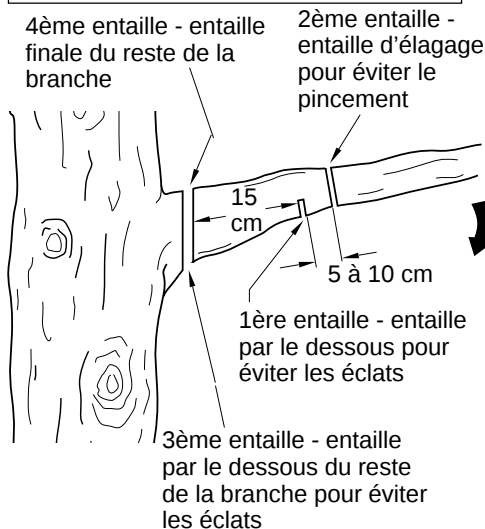

Figure 17 - Coupe d'une branche
1. Faire la première entaille à 15 cm (6 po) du tronc, sur le dessous de la branche. Utiliser le haut de la lame-guide pour faire cette entaille. Couper sur 1/3 du diamètre de la branche. (Voir la figure 17.)